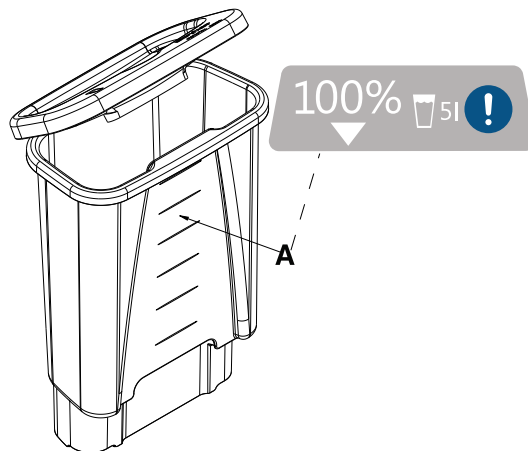

Figura 6-16: Linee di riempimento del serbatoio
2. Riempire il serbatoio con cinque litri di acqua distillata sterile. Non riempire il serbatoio oltre la linea di riempimento superiore per evitare il traboccamento dell'acqua (Figura 6-16 a pagina 6-30).